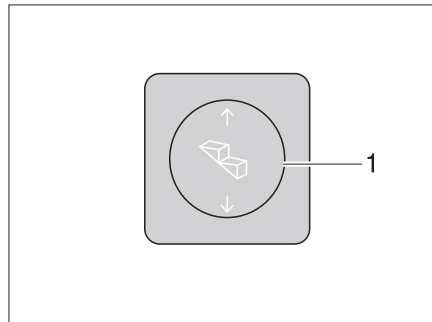

Fig. 1 Interruttore di comando scalino di ingresso
- Estrazione:** ■ Premere in basso l'interruttore a bilico (fig. 1,1) fino a che lo scalino di ingresso è stato completamente estratto.
- Inserimento:** ■ Premere in alto l'interruttore a bilico (fig. 1,1) fino a che lo scalino di ingresso è completamente inserito.